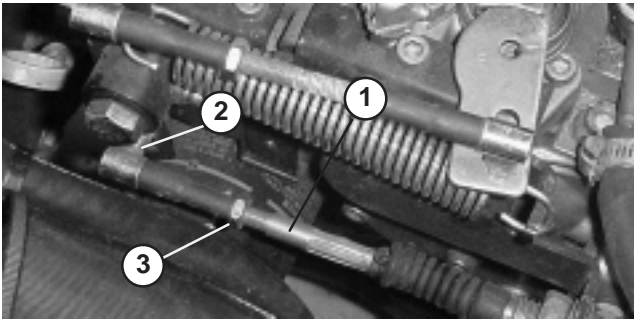
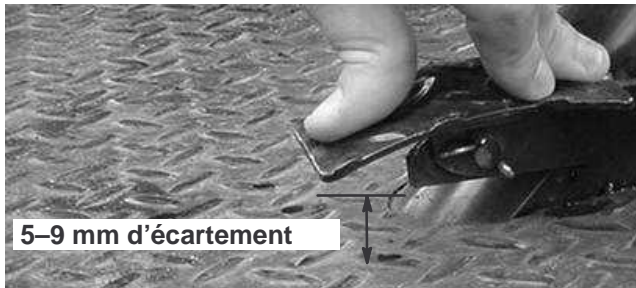

Figure 50
Figure 51
2. Réglez la rotule sur le câble d'accélérateur (Fig. 50) pour obtenir une garde de 5–9 mm entre la pédale d'accélérateur et le haut du plancher quadrillé (Fig. 51), lorsqu'une force de 111 N est appliquée au centre de la pédale. Serrez le contre-écrou.